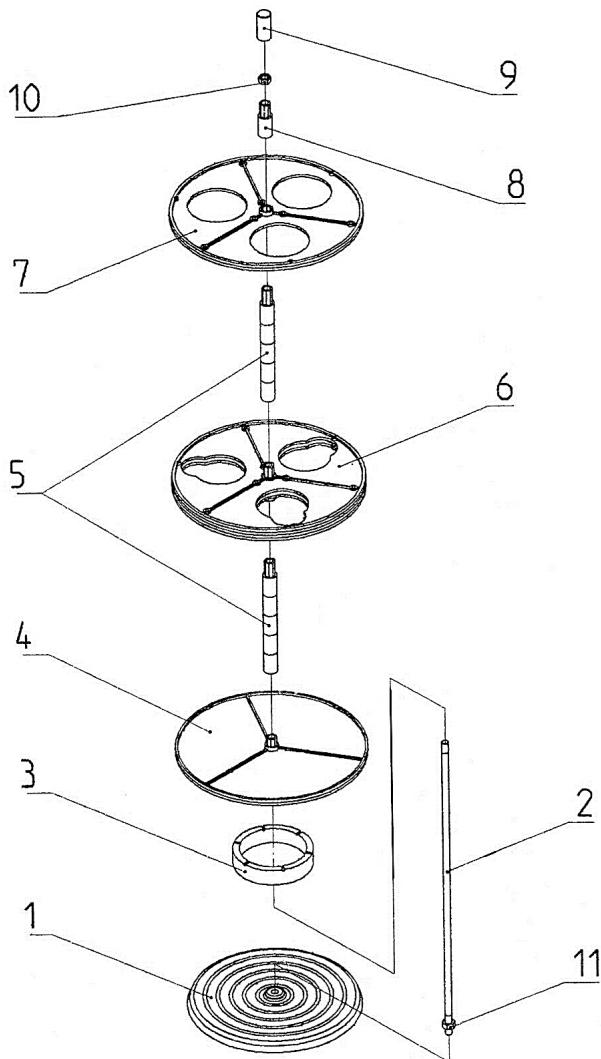
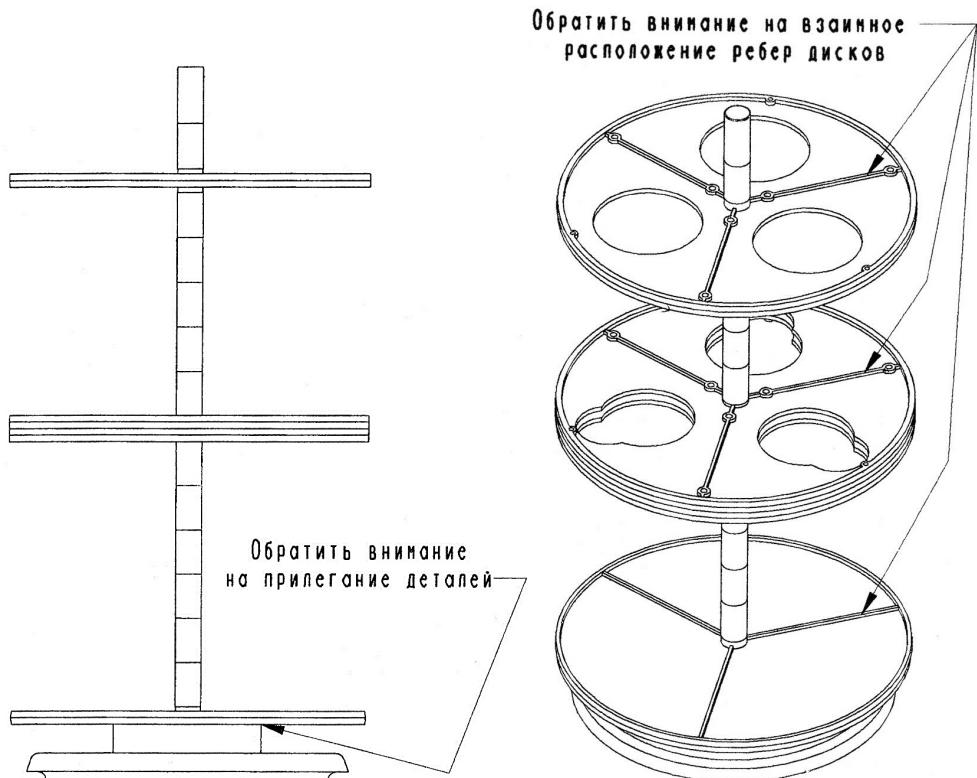

Рисунок 1
Рисунок 2
Сборка штатива производится пользователем в соответствии с прилагаемой схемой сборки (Рисунок 1) с учётом замечаний (Рисунок 2), в последовательности, описанной ниже.
- 3.6. Удерживая диск 4 и кольцо 3 в совмещённом положении, надеть их на шпильку 2 и переместить вниз до упора кольца 3 в основание 1. После этого проконтролировать совпадение пазов кольца и рёбер на диске (Рисунок 2).
- 3.8. Установить двойной диск 6 фирменным логотипом вверх. При этом вращением подобрать такое его положение, в котором рёбра дисков 4 и 6 совпадают (Рисунок 2).
- 3.10. Установить диск 7 фирменным логотипом вверх. При этом вращением подобрать такое его положение, в котором рёбра дисков 6 и 7 совпадают (Рисунок 2).